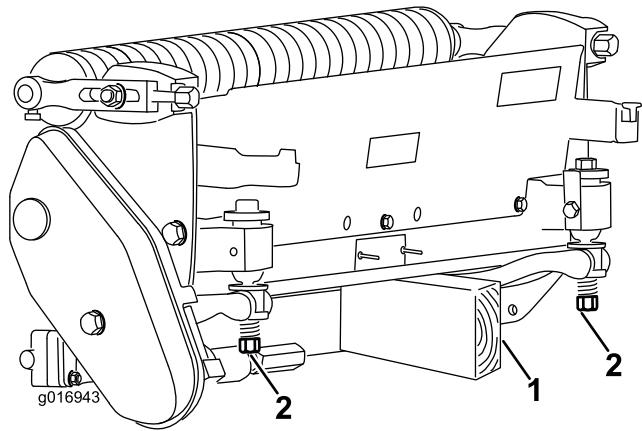

Figura 3
Ogni volta che dovete inclinare l'apparato di taglio per esporre la controlama o il cilindro, supportate la parte posteriore dell'apparato di taglio per evitare che i dadi sul retro delle viti di regolazione della barra di appoggio tocchino il piano di lavoro (Figura 3).
- Nota:** Accertatevi che i dadi o le viti di regolazione sul retro della barra di appoggio non poggiino sul piano di lavoro (Figura 3).
Importante: Quando occorre inclinare l'apparato di taglio per accedere alla controlama o al cilindro, sostenete la parte posteriore dell'apparato per assicurarvi che i dadi sull'estremità posteriore delle viti di regolazione della barra di appoggio non poggiino sul piano di lavoro (Figura 3).